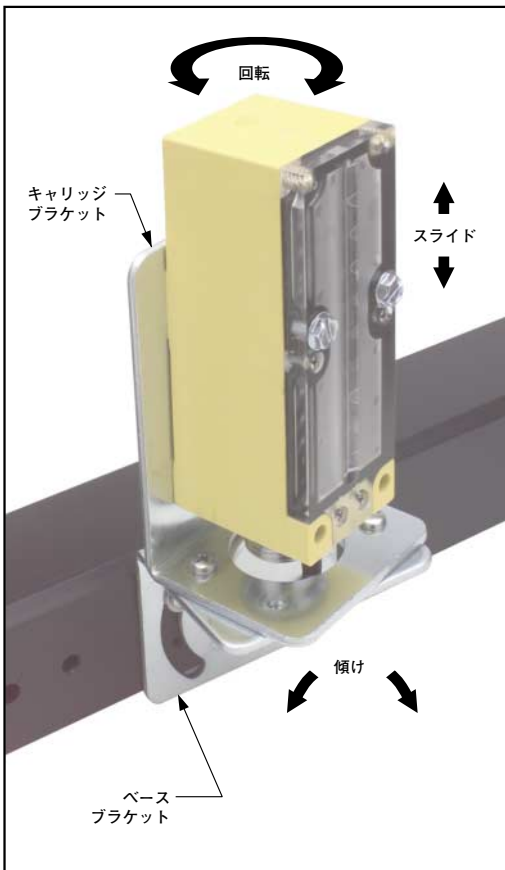

Fig.2 光学的アライメント (ブラケットSMBLSの場合)
完璧な機械的アライメントから始めて、ステップ1~5に説明する光学的アライメントを実施して下さい。このステップは、Fig.2に示すマウンティング・ブラケット (SMBLS)の使用を想定しています。また、投光器のアライメントについてのみ記載しています。
- 3) Fig.2に示すように、(投光器を取り付けた) キャリッジブラケットを両方向に少し回転させます。回転中に受光器の赤いアライメント表示LEDが消灯から点灯に変わる位置を見つけて下さい。LEDが点灯する位置の中間点で、ブラケットの2つのパーツを固定する2個のボルトを同時に締め付けて投光器を固定します。